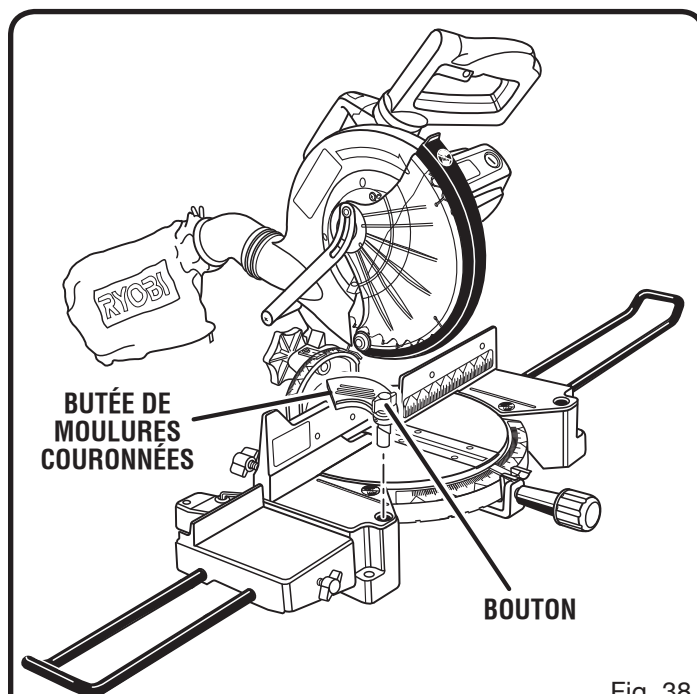

Fig. 38
Voir les figures 38 et 39.
- Placer la butée dans le trou sur la gauche côté de la base de la scie. Voir la figure 38.